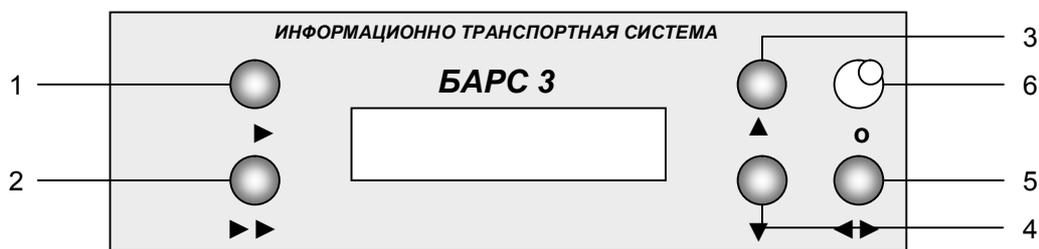

Рис. 1 Схема передней панели
11. Эргономичность и простота управления, см. «Рис. 1 Схема ».